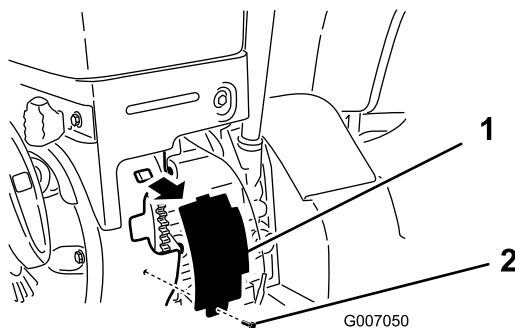

Figure 1
- Retirez la vis à tête hexagonale qui fixe le couvercle en place (Figure 1).